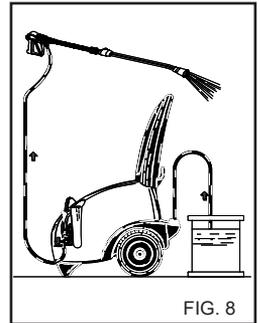

FIG. 8
Efter användning av rengöringsmedlet måste kemikalieinlagningen spolas ur med rent vatten (fig. 8).
1) Efter användning med rengöringsmedel ska högtrycksvattnet sköljas ordentligt. Låt pumpen vara igång i 1 minut. Doseringskranen ska vara stängd. (fig. 8).
4) Efter användning med rengöringsmedel ska högtrycksvattensystemet sköljas ordentligt. Låt pumpen vara igång i 1 minut. Doseringskranen ska vara stängd.(fig. 8).